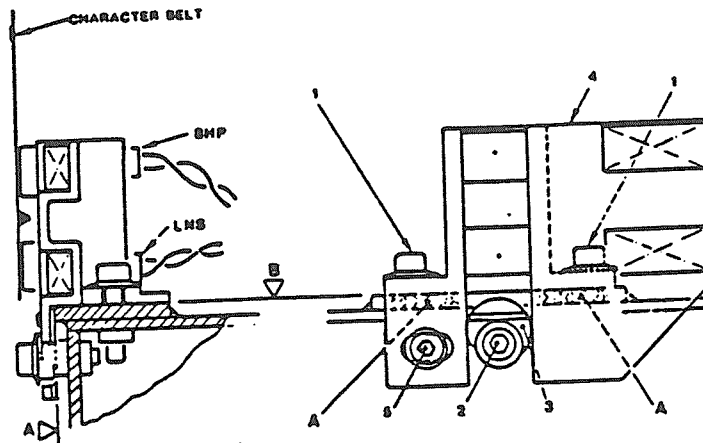

FIG. 43
13.8 DETECTEURS LNS/BHP (FIG.43)
- .. Dévisser légèrement les vis (1), bloquer la vis (5) de façon à ce que le détecteur soit en contact avec les surfaces A et B (FIG.43).